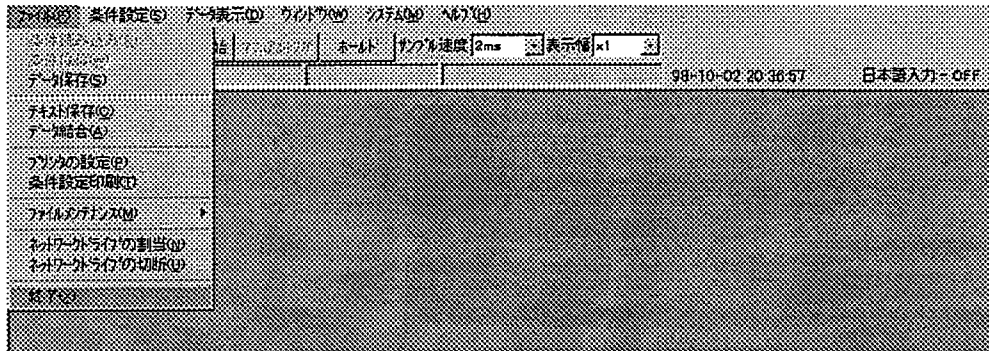

図 2
1. 図 2 のメニューバーからマウスクリックで「ファイル(F)」を選択します。